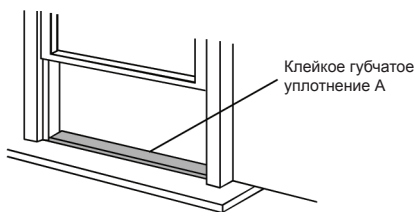

Рис. 10
1. Отрежьте клейкое губчатое уплотнение нужной длины и прикрепите его к подоконнику (см. рис.10).